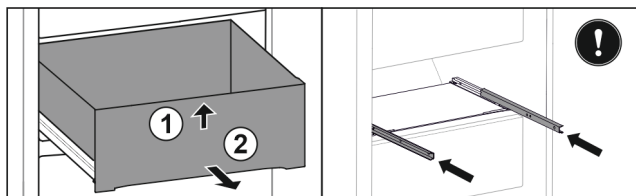

Fig. 110
- ▶ 抬起抽屉前部。 Fig. 110 (1)
- ▶ 朝前取出抽屉。 Fig. 110 (2)